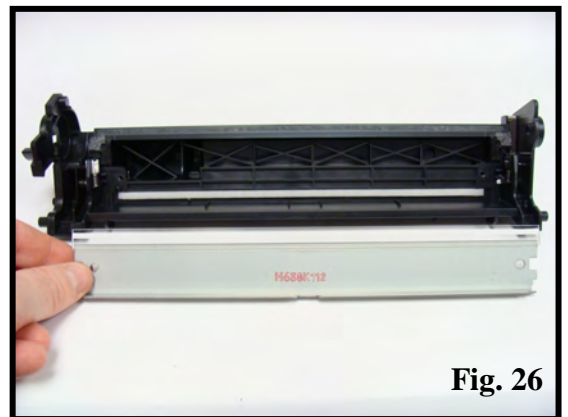

Fig. 26
26. Remove the wiper blade (Fig. 26).